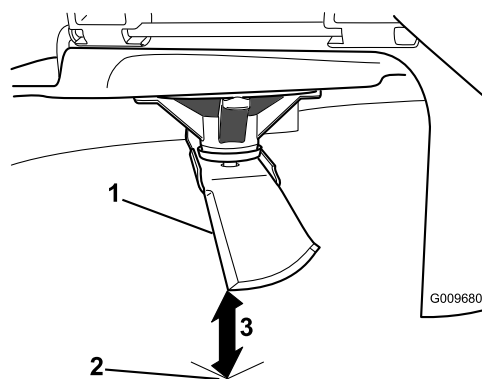

Figura 44
3. Misurate dalla punta della lama alla superficie piana (Figura 44).